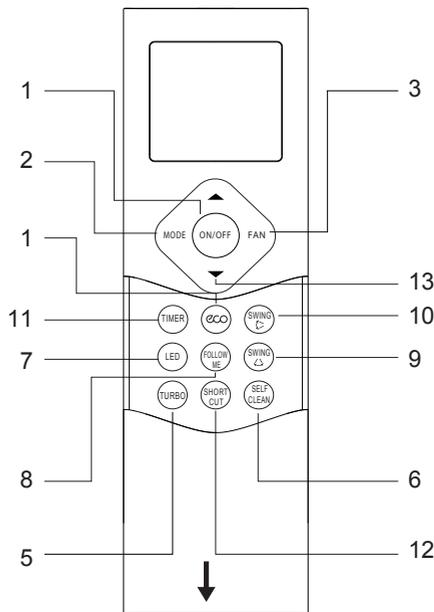

fig. 1 -
Telecomanda ("fig. 1 -") este compusă dintr-o serie de taste și de un ecran care afișează toate funcțiile active și diferiții parametri necesari utilizatorului și instalatorului pentru utilizarea corectă a unității.
- Funcționarea SWING** (nu este afișată pe ecranul telecomenzii, pe afișajul unității interioare este afișat cuvântul „ON" timp de 3 secunde când funcția este activată, „OF" timp de 3 secunde când funcția este dezactivată). Apăsarea butonului „SWING" activează mișcarea automată a deflectorului. Țineți apăsat butonul „SWING"  (part. 9 "fig. 1 -") pentru a activa mișcarea automată a clapetei. Apăsați o dată butonul „SWING"  (part. 9 "fig. 1 -") pentru a regla poziția clapetei cu 6 °.
- Blocare cheie.** Apăsarea simultană a butoanelor „TURBO" (part. 5 "fig. 1 -" și „SELF CLEAN" (part. 6 "fig. 1 -") timp de o secundă activează / dezactivează blocarea tastaturii telecomenzii.
- Funcția de comandă rapidă.** Memorează setările actuale și permite să le revocați rapid. Apăsați butonul „SHORTCUT"(part. 12 "fig. 1 -") timp de 2 secunde pentru a salva setările actuale. Apăsați butonul „SHORTCUT"(part. 12 "fig. 1 -") pentru a reveni la setările salvate.